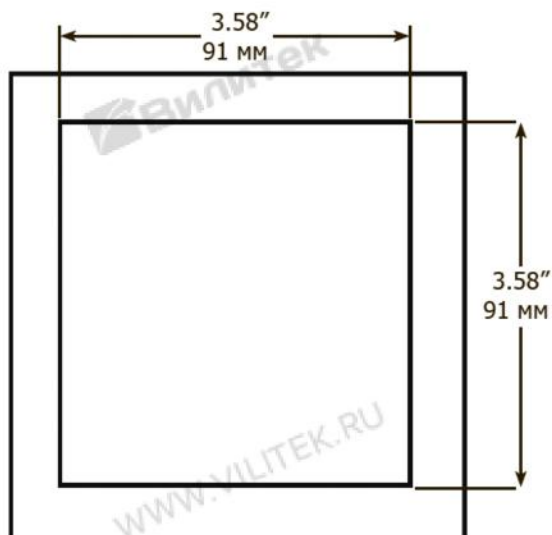

Рис. 5. Вырез в панели для установки электронного блока.
2. Подготовьте вырез в панели под электронный блок согласно рис. 5.